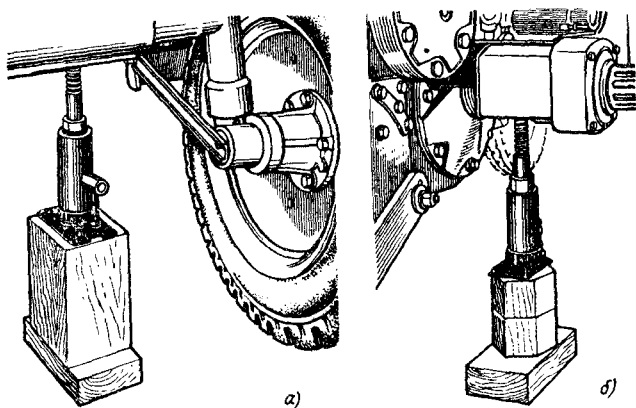

Рис. 97. Установка домкрата для подъема колес:
3. При подъеме трактора используйте домкрат грузоподъемностью не менее 5 т. Домкрат должен быть установлен строго вертикально и только в определенных местах; для поднятия одного из передних колес — под трубой передней оси на расстоянии 180 мм от ее концов (рис. 97, а); для поднятия одного из ведущих колес — под рукавами полуосей ведущих колес (рис. 97, б). Места